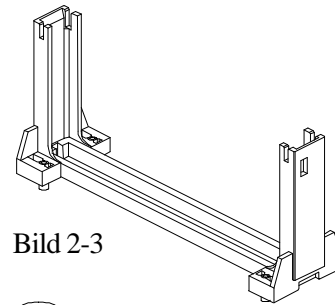

Bild 2-3
- ❑ CPU Ständer - Kunststoff-Führung mit Montagelöchern im Standfuß als Halterung für das Gehäuse des Pentium II Prozessors (S.E.C.) im Slot 1. Die Riegel der CPU schnappen in die Aussparungen in der Führungsschiene. (Siehe Bild 2-3)